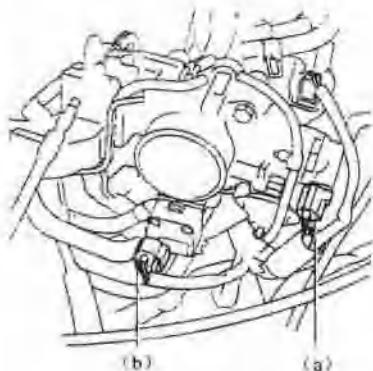

图 1.12 节气门上的连接器位置
- ① 排去发动机冷却液。
- ② 断开加速踏板拉锁。
- ③ 断开节气门拉锁。
- ④ 拆下空气滤清器软管。
- ⑤ 拆卸节气门体。节气门上的连接器位置如图 1.12 所示中的 (a) 处和 (b) 处。